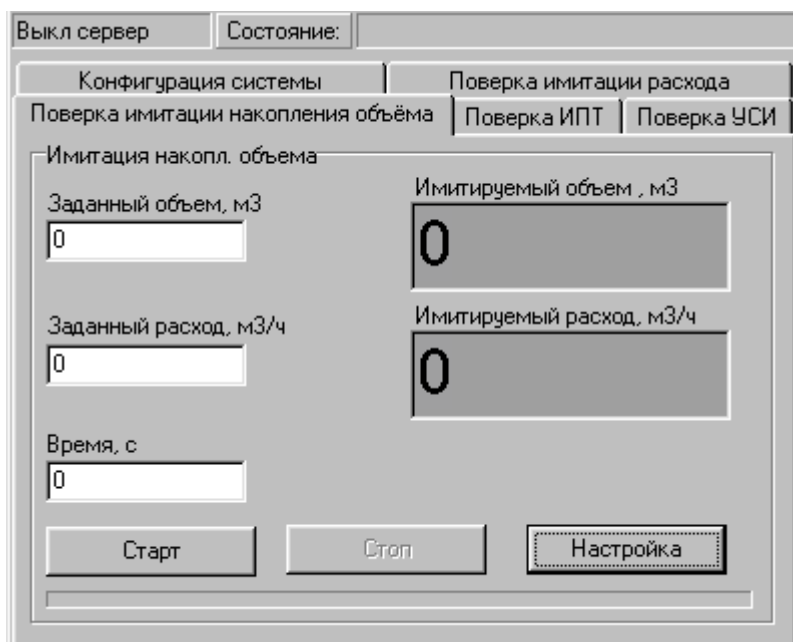

Рис. 42. Вид вкладки «Поверка имитации накопления объема».
5.7.4.1.3. Для определения относительной погрешности набора объема активизируется вкладка **Поверка имитации накопления объема** (рис.42).